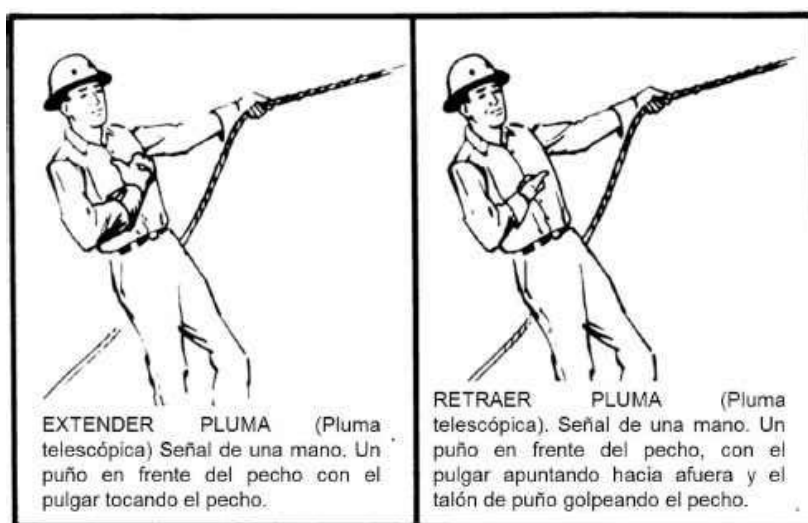

Figura 1. Señales manuales estándar para controlar las operaciones de grúa (Asme B30.5).
- Deberá utilizar como guía las señales manuales estándar para controlar las operaciones de la grúa Figura 1.